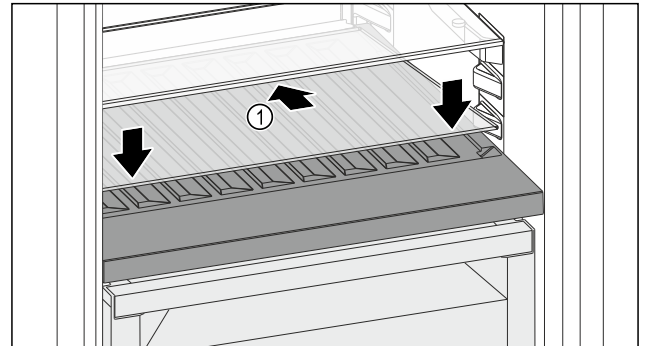

Fig. 154
- Posizionare il ripiano di vetro Fig. 154 (1) inclinato indietro e verso il basso.
- Abbassare la parte anteriore del ripiano di vetro Fig. 154 (1).